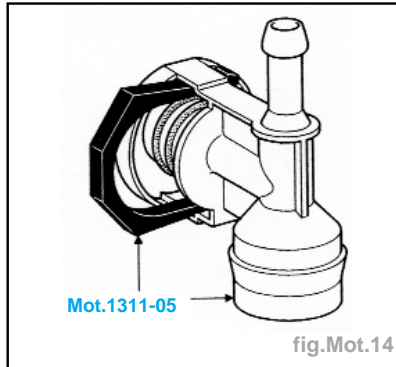

fig.Mot.14
- Brancher le té de dérivation Mot.1311-05 sur la rampe, puis rebrancher la canalisation d'arrivée en carburant (fig Mot.14).